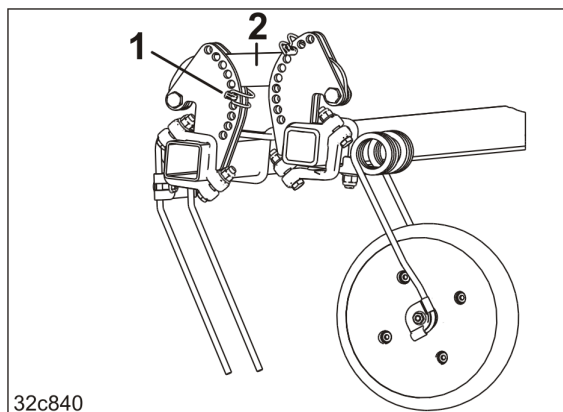

Fig. 195
3. Altere o ângulo de inclinação dos dentes ao solo, inserindo a chaveta do tubo (Fig. 195/1)
- o por baixo do volante (Fig. 195/2)
O ângulo de inclinação trona-se mais plano, se inserir a cavilha do tubo de forma mais profunda (Fig. 195/1) no segmento de ajuste.